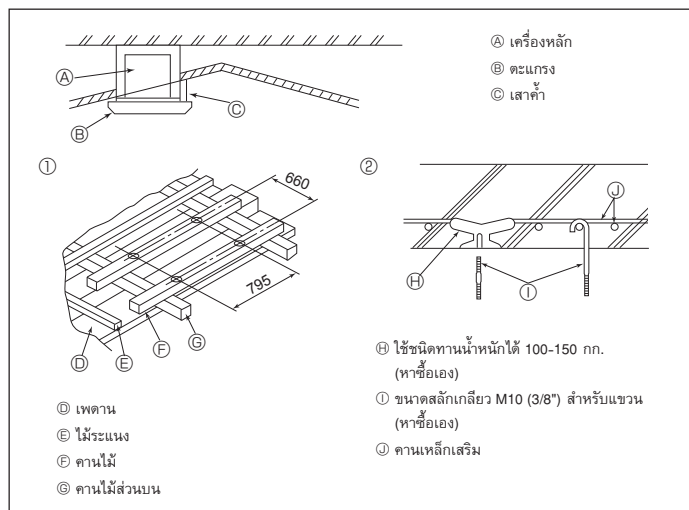

Fig. 3-5
3.5. โครงสร้างการแขวนเครื่อง (การเพิ่มความแข็งแรงในการยึดเครื่อง) (Fig. 3-5)